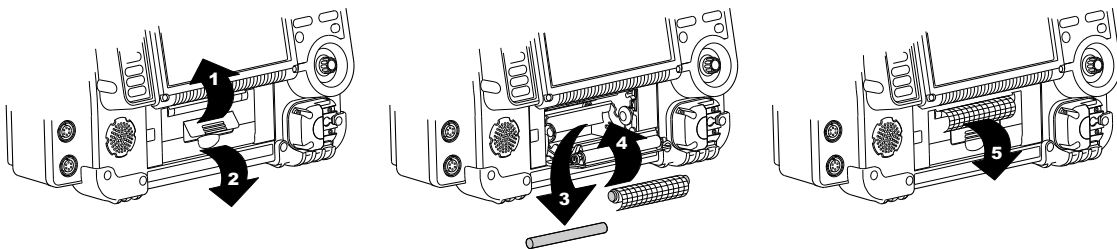

Figura 9-1 Carga de papel
1. Levante el pestillo de la puerta de la impresora para desbloquearla (consulte la Figura 9-1).